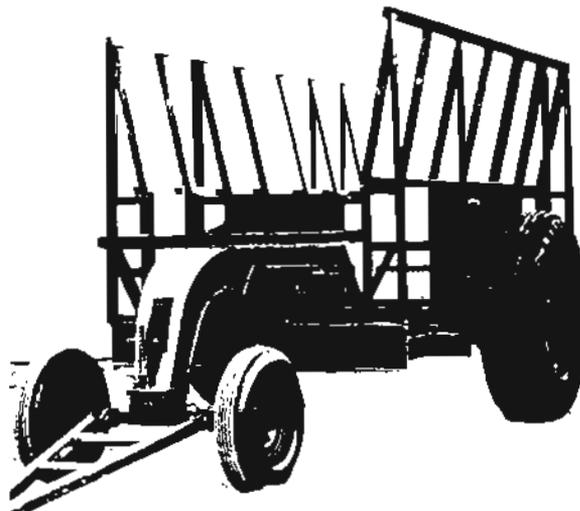

Fig. 3
*De dos ejes.* El trasero es fijo y el delantero que es móvil permite los cambios de dirección. Es fácil de enganchar a cualquier tractor y el peso de la carga se distribuye sobre el rodado del apero. En la cosecha de caña de azúcar se emplean remolques de tipo aventrén (fig. 3), que son una variación del tipo anterior. Existen dispositivos de acople que permiten transferir parte de la carga al eje trasero del tractor a los efectos de lograr mayor adherencia al terreno.